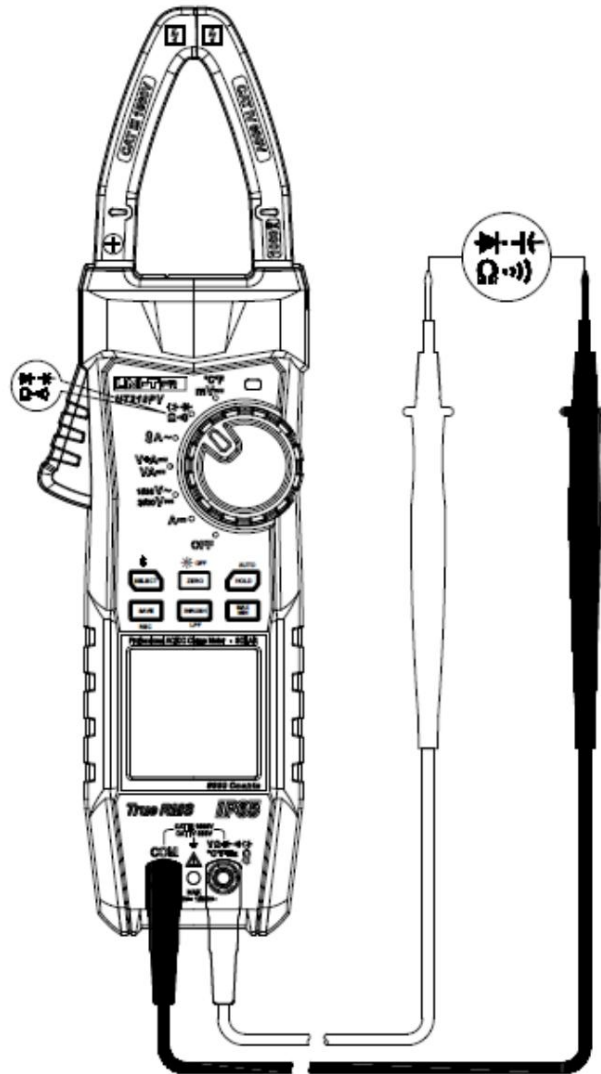

Figura 10
5. Măsurarea rezistenței (Figura 10)
6. Măsurarea diodelor (Figura 10)
7. Măsurarea capacității (Figura 10)